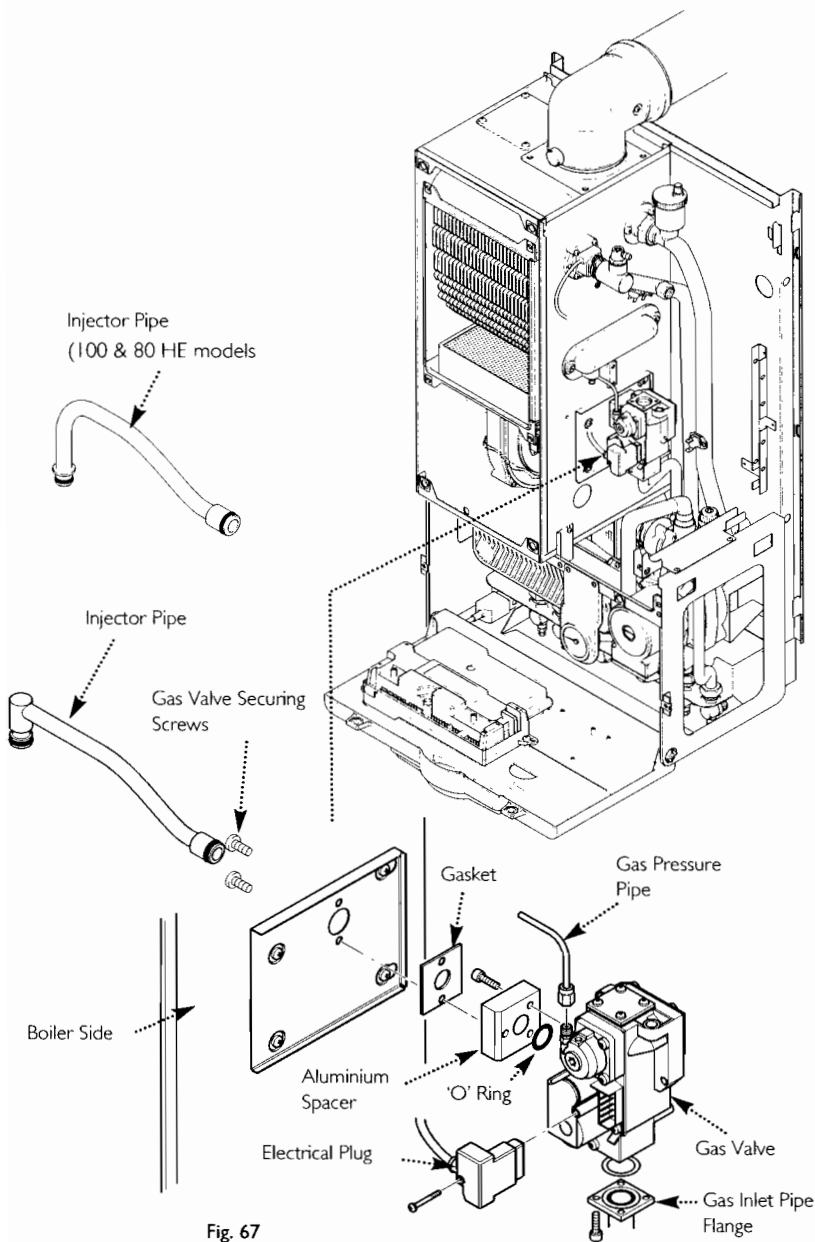

Fig. 67
13.22 Injector Pipe (Fig. 67)
13.23 Gas Valve (Fig. 67)